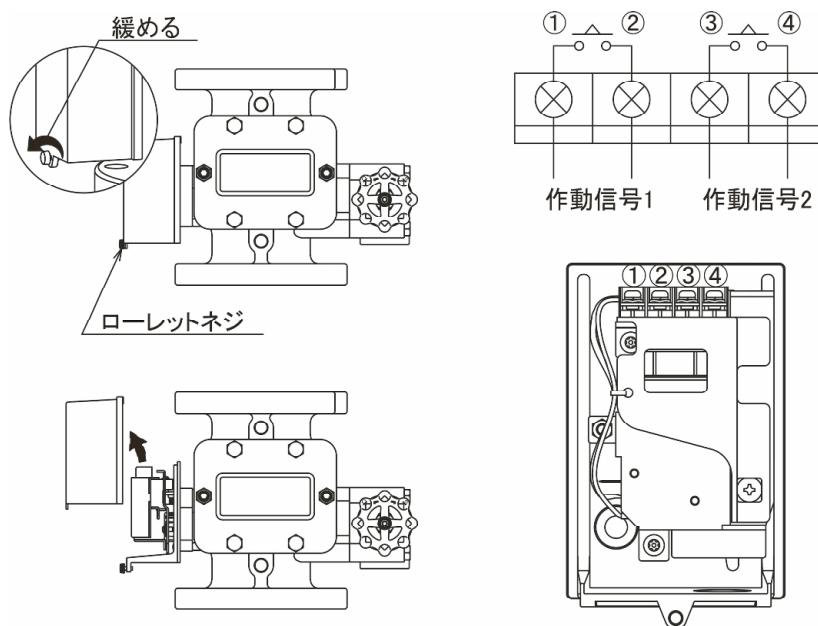

図10
接点容量は下表のとおりです。この範囲内でご使用ください。2a接点仕様ですので、結線は下図10に示す端子番号①－②、または③－④に接続してください。